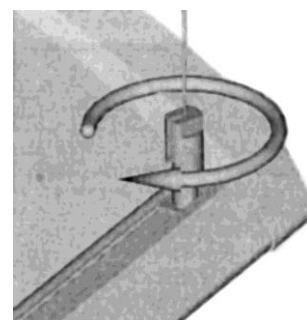

Рис. 9
- Поверните гнездо как показано на рис. 9, чтобы заблокировать сферическое окончание проволоки в гнезде.